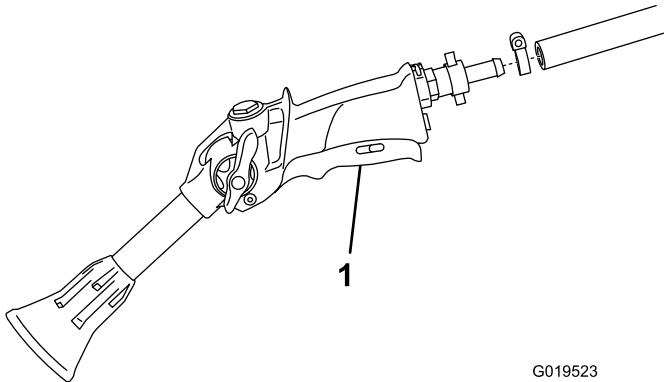

Рисунок 11
- Подсоедините свободный конец длинного шланга к штуцеру распылителя (Рисунок 11).